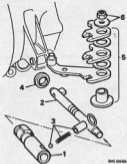

Abb. F.19
38. Winkelhebel, Unterlegscheiben und Nulle abheben, Abb. F.19. Lage und Markierungen der Hebel beachten, um korrekten Wiedereinbau zu gewährleisten.
39. Verschlussrolle und Schaltheile aus dem Gehäuse nehmen, Abb. F.19.
55. Nulle und Winkelhebel (in korrekter Reihenfolge) auf den Drehposten setzen und die selbstsichernde Mutter anziehen, Abb. F.19.